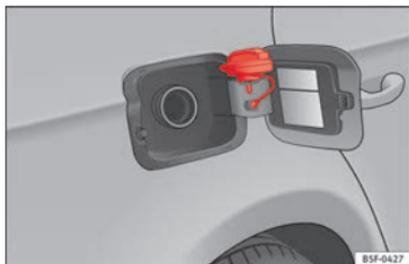

Fig. 58 Sportellino del serbatoio con all'interno il tappo.
- Collocarlo nello spazio della cerniera dello sportellino aperto »» fig. 58.